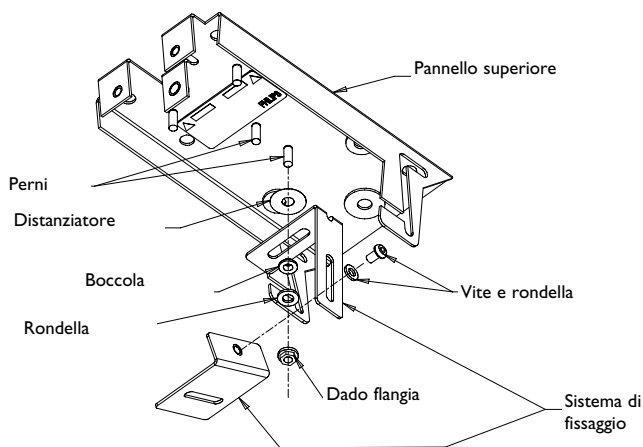

Figura 2: Rimozione del sistema di fissaggio
5. Svitare il dado della flangia e rimuovere il sistema di fissaggio della telecamera dal pannello superiore. Vedi figura 2. Non perdere i componenti, perché saranno necessari per montare la telecamera e riassemblare l'unità.